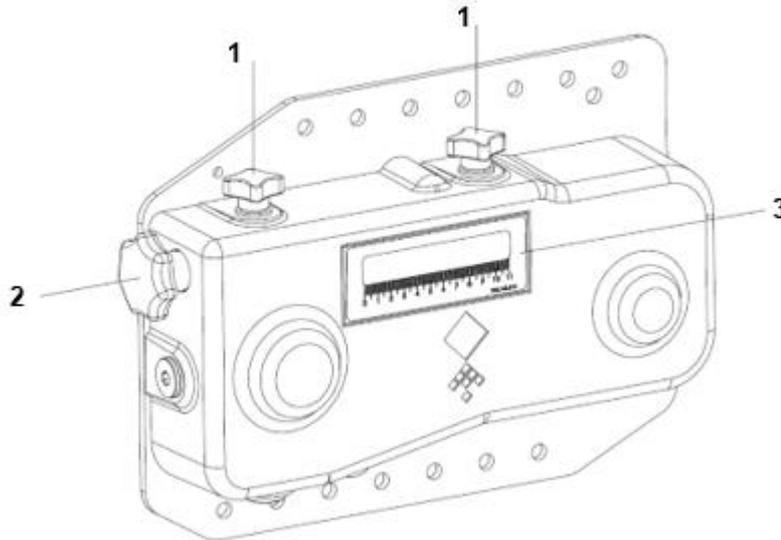

Abbildung 5
1. Lösen Sie die Sternknöpfe (1) (siehe **Abbildung 5**).
2. Drehen Sie an dem Sternknopf (2), um die Einstellung zu verändern. Die Einstellung lässt sich auf dem Aufkleber (3) ablesen.
3. Ziehen Sie die Sternknöpfe (1) wieder an.